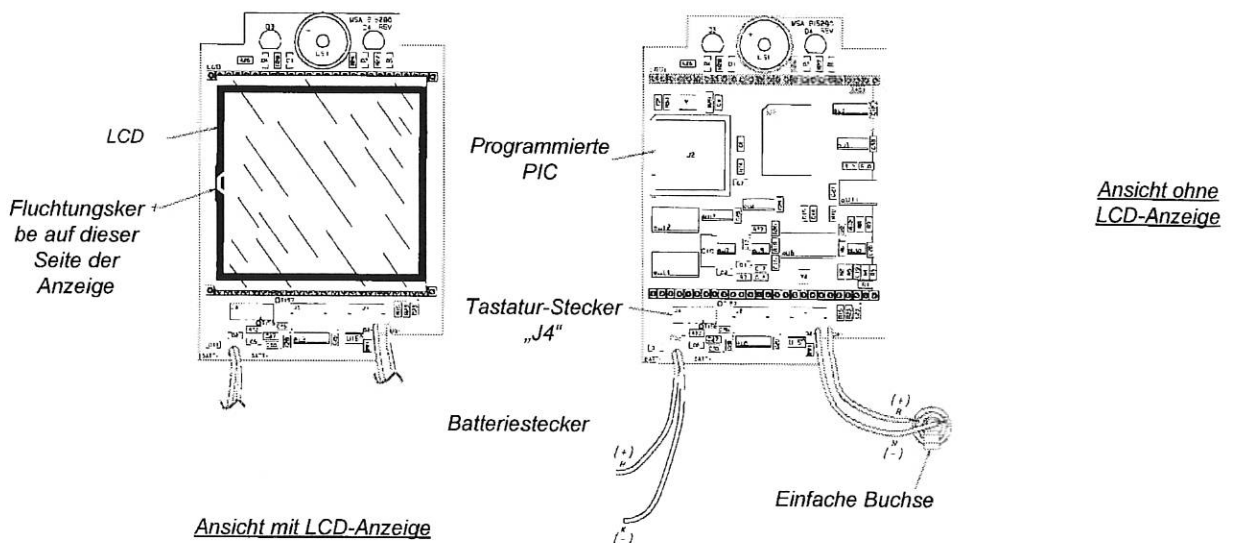
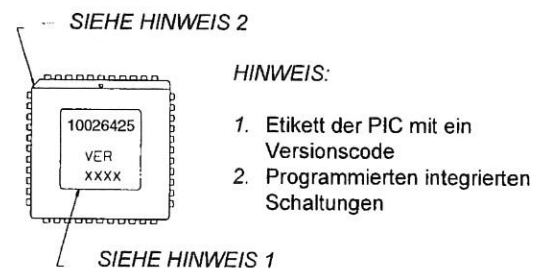

Abbildung 5-3
Abbildung 5-4, PIC
5. An der äußeren Hülle des Tastatur-Steckers der Leiterkarte ziehen (ABBILDUNG 5-3, Posten 4), um die Verbindung zum Tastatur zu unterbrechen.
3. Mit einem Werkzeug, daß nicht aus Metall ist, einer schmalen Klinge oder einem Stäbchen aus Kunststoff oder Holz (wie z.B. einem Zungenspartel) die LCD vorsichtig aus den Ecken des Teils lösen und die LCD allmählich herausheben, bis sie vom Gehäuse gelöst werden kann (ABBILDUNG 5-3).
4. Die Fluchtungskerbe an der Ersatz-LCD zur Anzeige der richtigen Ausrichtung beachten (ABBILDUNG 5-3).
Allen spezifischen Anweisungen zum Ersatz der PIC folgen. Andernfalls die folgenden allgemeinen Anweisungen befolgen. ABBILDUNG 5-3 zeigt den Umriß der PIC und deren Markierungen.
2. Die programmierten integrierten Schaltungen auf der Leiterkarte ausfindig machen (ABBILDUNG 5-3). Die PIC sind durch ein Etikett markiert (ABBILDUNG 5-4).
4. Die Fluchtungskerbe an den Ersatz-PIC zur richtigen Ausrichtung beachten (ABBILDUNG 5-4). Mit Hilfe eines Abziehers für 44-polige integrierten Schaltungen vorsichtig die Ersatz-PIC installieren.